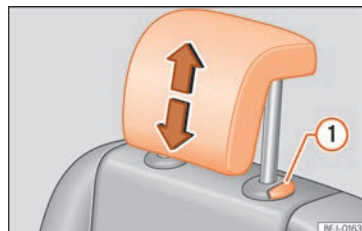

Fig. 109 Desmontagem dos encostos de cabeça traseiros: segunda fila de bancos.
- Retire totalmente o encosto de cabeça ao mesmo tempo que pressiona o botão » » » **Fig. 109 ①**.